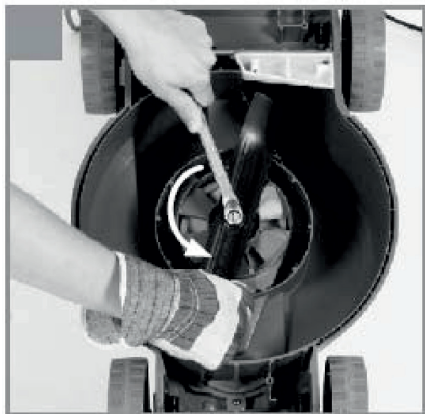

Рис. 14
- Удерживая нож, открутите болт крепления ножа (Рис. 14)